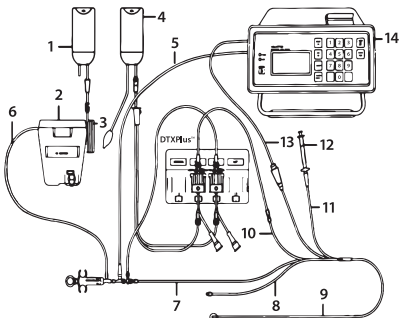

Figura 1. Configuração do sistema de circuito fechado
- Ligar o alojamento do sensor de injetável e o conjunto Critikit™ ao lúmen CVP pré-cheio no cateter PA (ver Figura 1). Fixar o sistema do injetável para garantir o movimento mínimo das ligações.
19. Ligar o cabo do sensor em linha (modelo SP4045 ou outro cabo compatível) ao alojamento do sensor de injetável, empurrando o conjunto de molas para o alojamento e apertando (ver Figura 1).